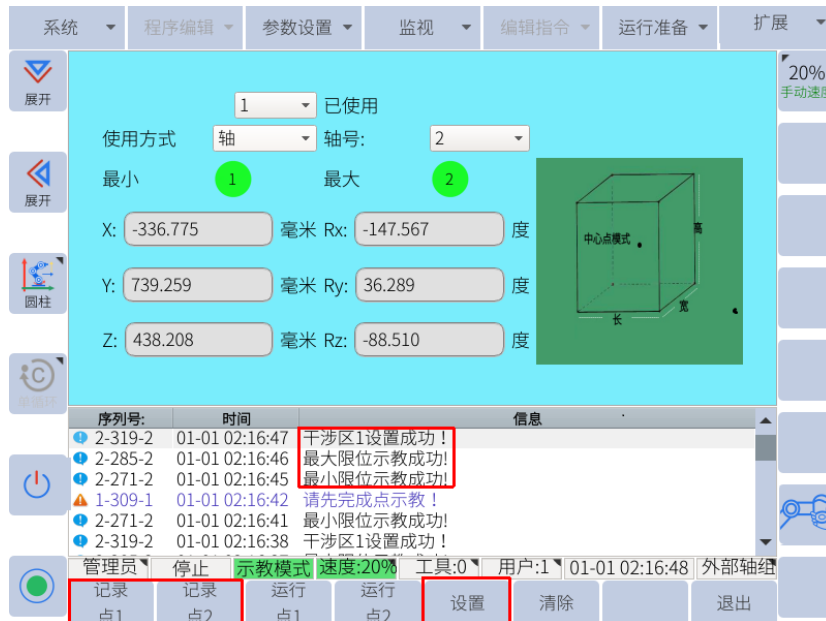

图 6-92: 轴干涉区
5. 点击子菜单栏的“设置”，干涉区即设置成功，如图 6-92 所示。